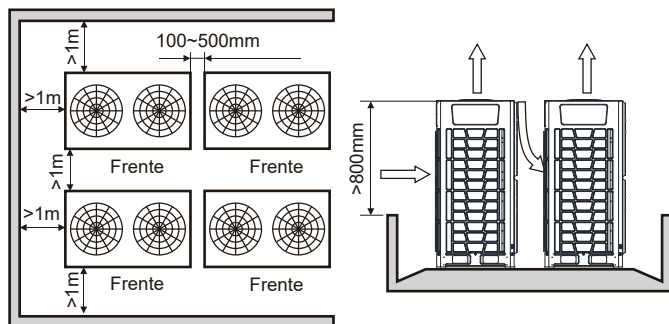

Fig. 3.11 2 Filas
- 4) Si las unidades exteriores están más altas que las barreras circundantes y se disponen en dos filas, consulte la Fig. 3.11.